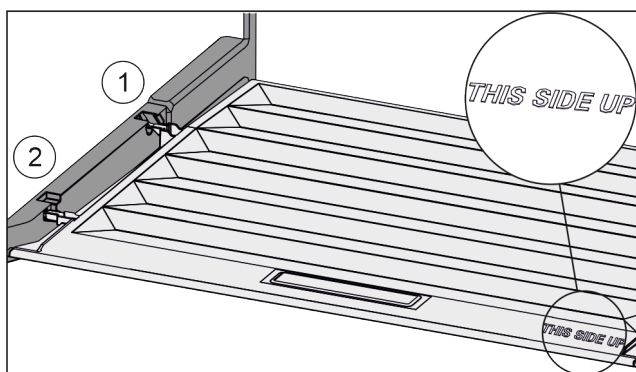

Fig. 110
- ▶ Výstupky víka zavedte do zadních držáků Fig. 110 (1) a vpředu zaklesněte do držáku Fig. 110 (2).